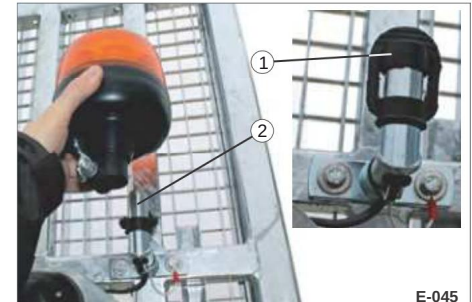

Bild 34 Demontering av roterande varningsljus
• Placera gummiskyddet (bild 34/1) på konsolen för att skydda det mot fukt/smuts.